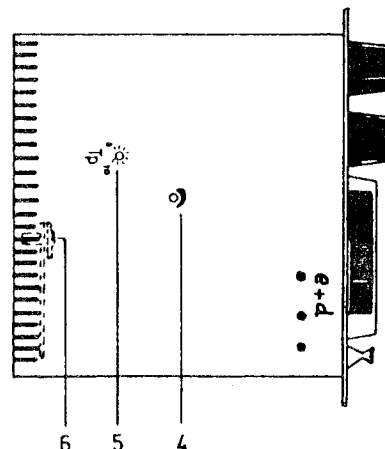
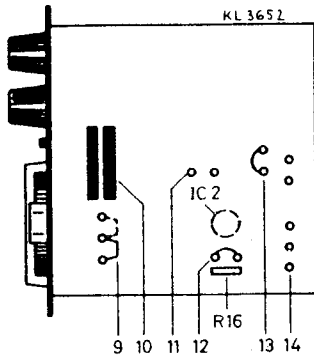

Bild 7:
Bild 8 : rechte Seitenansicht
Beim Betrieb mit einer der Außentemperatur entsprechenden Meßspannung, die entweder vom Regler (WBS 2164-3.1/3.3) oder von der externen Meßschaltung WBS 1610-3.1 stammen kann, ist die interne Meßschaltung durch Entfernen der Drahtbrücke (Seite 6, Bild 8, Pos. 12) abzuschalten.
**Betriebsarten:** Mit dem roten Betriebsarten-Wahlschalter (Seite 5, Bild 7, Pos. 8) können 5 Betriebsarten vorgewählt werden:
Durch Umstecken der Brücke (Seite 6, Bild 8, Pos. 9) auf der Reglerplatine hinter der Schaltuhr auf die Stützpunkte e+d (Beschriftung siehe Leiterbahnseite) erreicht man die Betriebsart e+d. Dazu muß der rote Betriebsarten-Wahlschalter (Seite 5, Bild 7, Pos. 8) auf d oder e stehen.